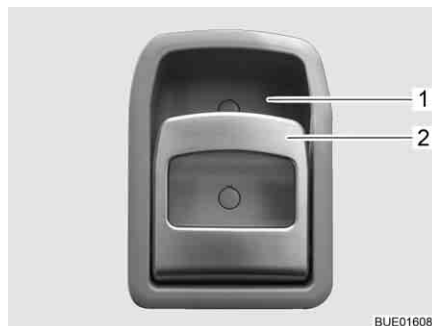

Fig. 68 Serrure de la porte cellule, à l'intérieur
- Tirer sur la poignée (Fig. 68,2). La serrure de la porte se déverrouille et s'ouvre.
- Appuyer sur la poignée (Fig. 68,2) en haut en direction de l'évidement (Fig. 68,1) dans lequel elle repose. La serrure de la porte se verrouille.